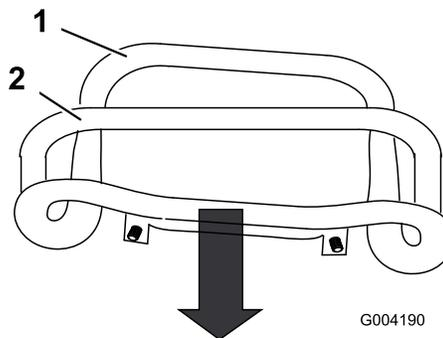

Рисунок 55
3. Потяните орган управления тягой назад, чтобы его передняя часть коснулась контрольной штанги (Рисунок 55).